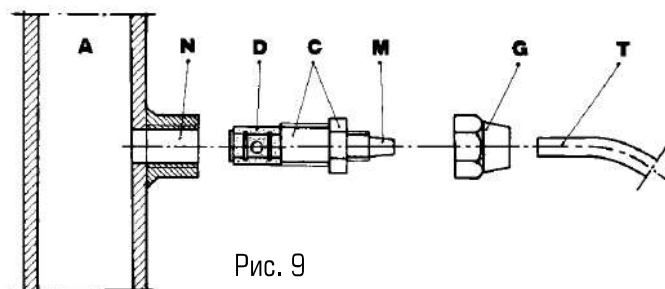

Рис. 9
g. — Выберите наиболее подходящее место для врезки в систему и установите в нем коннектор (или тройник) с внутренней резьбой 3/8" (BSPm). Данный коннектор (или тройник) не входит в комплект поставки насоса. Вкрутите в этот коннектор клапан впрыска реагента, как показано на рис. 9. Затем подсоедините шланг сброса к клапану впрыску и закрутите гайку **G**. В данной ситуации клапан впрыска реагента также выполняет функцию невозвратного клапана (посредством цилиндрической муфты, установленной на клапане впрыска, выполненной из эластомера Viton, входящей в стандартный вариант поставки насоса).
3.1. СХЕМА УСТАНОВКИ КЛАПАНА ВПРЫСКА (Рис.9)
- N** — Коннектор 3/8" (N)